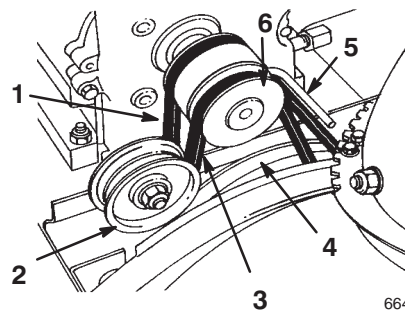

Figure 25
1. Boulon à embase (2)
5. Desserrez le guide-courroie (Fig. 25).
6. Retirez la courroie de tarière/roue hélice de la poulie du moteur et de la grande poulie de tarière/roue hélice (Fig. 25).
11. Enlevez la courroie de commande de traction de la poulie moteur et de la grande poulie de traction (Fig. 25).
13. Passez la courroie sur la poulie moteur, en veillant à la faire passer sous le guide-courroie (Fig. 25).
18. Placez la courroie de tarière/roue hélice sur la grande poulie de tarière/roue hélice et la poulie du moteur, en veillant à la faire passer sous la poulie de tension et le guide-courroie (Fig. 25).
4. Desserrez le guide-courroie (Fig. 25).
5. Retirez la courroie de tarière/roue hélice de la poulie du moteur et de la grande poulie de tarière/roue hélice (Fig. 25).
6. Passez la courroie neuve autour de la grande poulie de tarière/roue hélice (Fig. 25).
7. Passez la courroie sur la poulie motrice, en veillant à la faire passer sous la poulie de tension et le guide-courroie (Fig. 25).